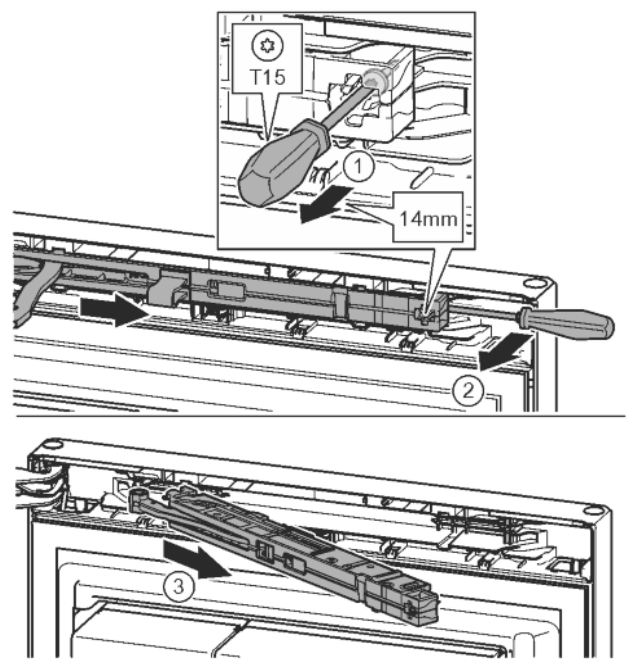

Fig. 15
- ▶ Przy pomocy śrubokręta T15 odkręcić śrubę na amortyzatorze zamykania drzwi ok. 14 mm. *Fig. 15 (1)*
- ▶ Od strony uchwytu, za amortyzator zamykania drzwi wsunąć śrubokręt i obrócić do przodu. *Fig. 15 (2)*
- ▶ Wyjąć amortyzator zamykania drzwi. *Fig. 15 (3)*